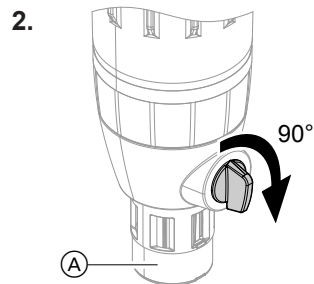

Abb. 7
2. Um eine Druckentlastung auszulösen, Rückspülgriff für einen kurzen Moment um 90° im Uhrzeigersinn drehen: Siehe Abb. 7. Anschließend wieder zurückdrehen.